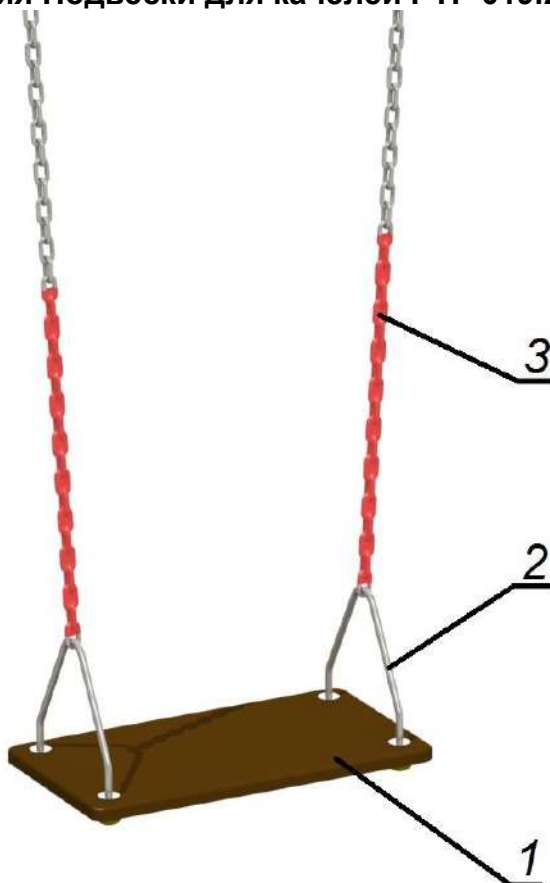

Рис.1 Общий вид Подвески для качелей РТР 019.2
2.1. Подвеска для качелей РТР 019.2 (см. рис.1) представляет собой фанерное сидение **1**, на котором закреплены металлические серьги **2** с цепями **3** для подвешивания на раму качелей. Для предотвращения застревания пальцев ребенка нижняя часть цепей имеет специальную защиту.